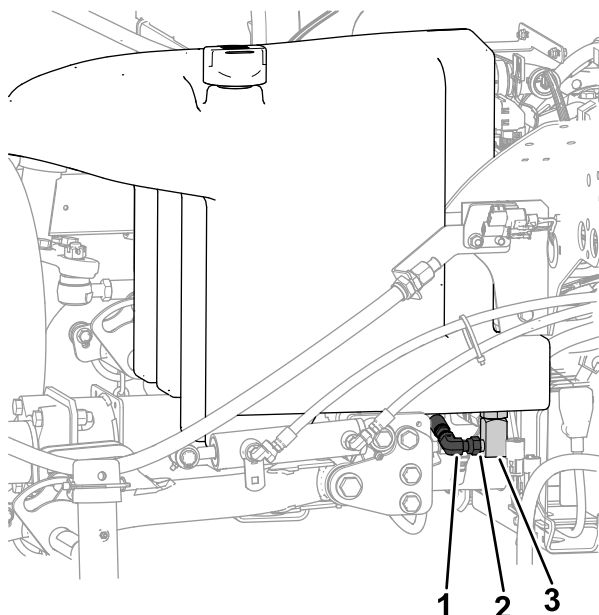

Рисунок 118
2. Поместите большой сливной поддон под коллектор (Рисунок 118) на дне гидравлического бака; см. Емкость гидравлической системы \(страница 86\).